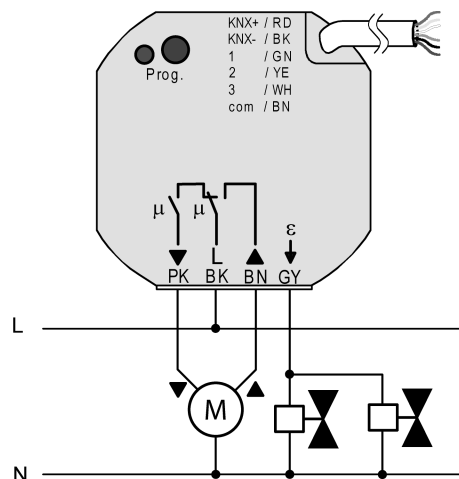

Figure 4: Raccordement de la tension secteur et de la charge
- (4) Boîtier d'appareil (par ex. boîte électronique)
- (5) Séparateur
- (6) Commutateur à combinaison
- (7) Contact sans potentiel, par ex. contact de fenêtre
- Raccorder la tension secteur, l'entraînement de store et les moteurs électrothermiques à l'aide des bornes à ressort embrochables fournies (figure 4).